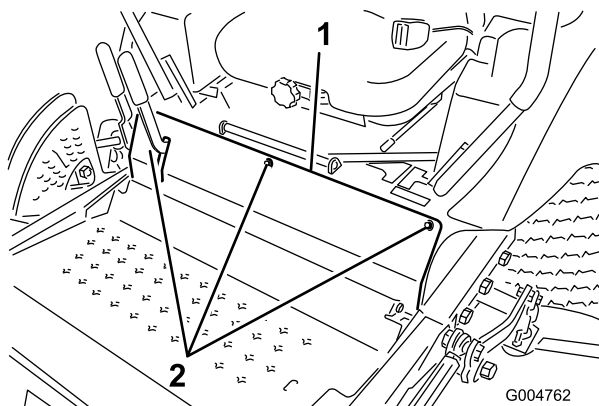

Figure 55
2. Retirez les boulons de fixation du panneau avant et déposez le panneau (Figure 55).